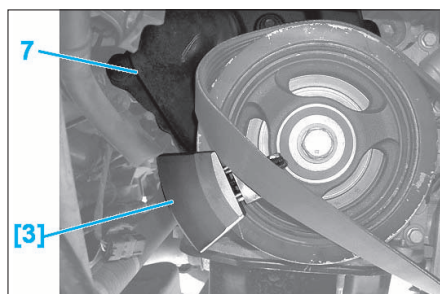

FIG. 21
Après dégageement de l'outil [3], arrêter la rotation de la poulie (4) de vilebrequin pour ne pas mettre en contact l'outil [3] avec le carter de distribution (7) (Fig.21).